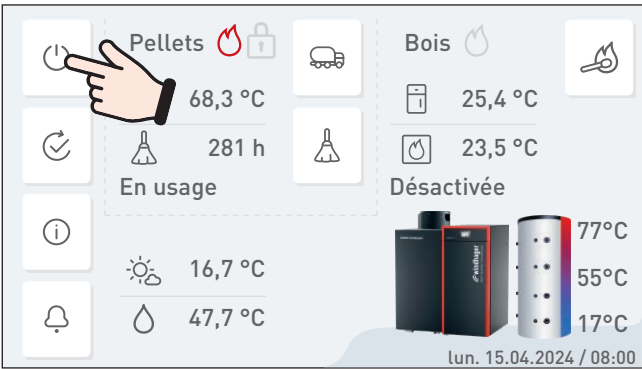

Fig. 101 Éteindre la chaudière
- Mettre la chaudière hors circuit au moyen de la **touche Marche/Arrêt** placée sur le module InfoWIN Touch (Fig. 101 – voir aussi point 14.5 sur la page 27) et attendre que la phase d'extinction soit terminée (env. 20 min).